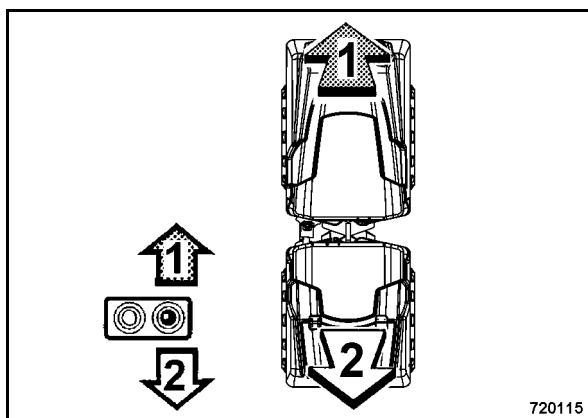

Рис. 38
- Высвободить рычаг движения (Рис. 38).